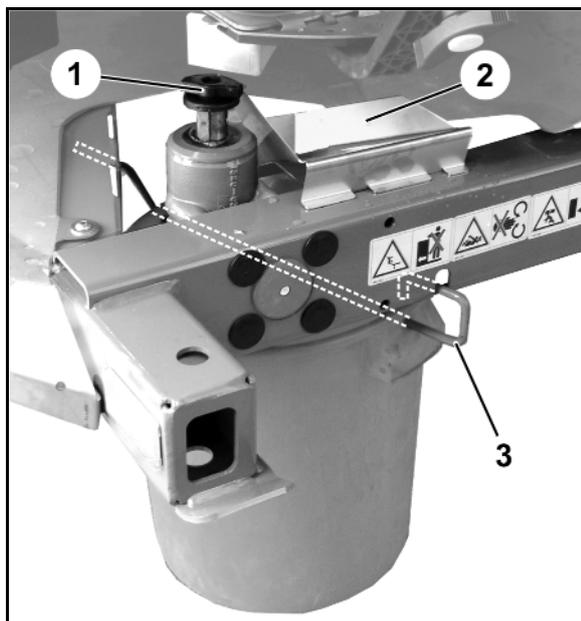

Fig. 39
1. Retirar el tornillo de mariposa (Fig. 39/1).